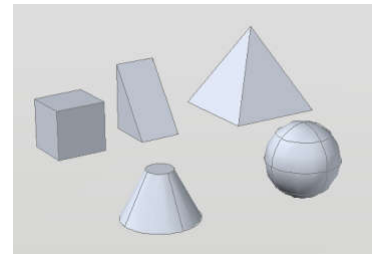

Рис.1 Примеры Ящика, клина, пирамиды, конуса, сферы
6. Выполнить упражнение 1. Команды инструментальной панели «Поверхности». (см.рис.1)